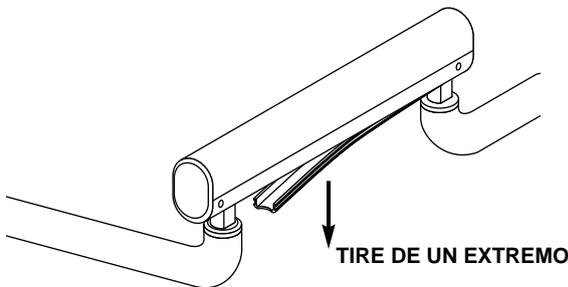

Figura 17. Cubierta del brazo flexible
1. Extraiga la cubierta de vinilo flexible de la parte inferior del brazo (véase la figura 17). Con fuerza leve, tire de la manguera y del cable del brazo ligeramente hacia un lado.